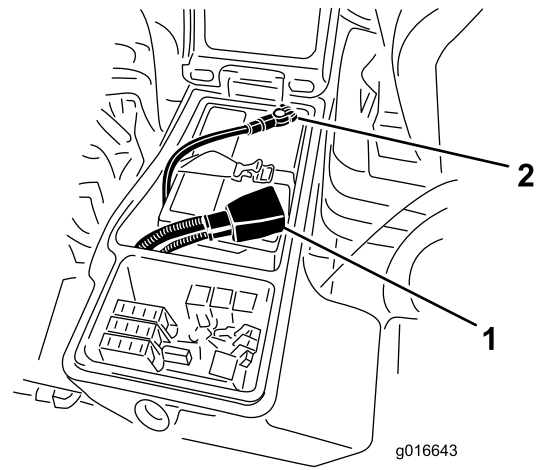

Bild 64
4. Klemmen Sie das Pluskabel (Rot) am Pluspol (+) der Batterie und das Minuskabel (Schwarz) am Minuspol (-) der Batterie an (Bild 64). Befestigen Sie die Kabel mit Kopfschrauben und Muttern an den Polen. Stellen Sie sicher, dass die Plusklemme (+) vollständig auf den Pluspol aufgezogen und das Kabel fest an die Batterie angeklemmt ist. Das Kabel darf die Batterieabdeckung nicht berühren. Ziehen Sie den Gummischuh über den Pluspol, um Kurzschlüssen vorzubeugen.